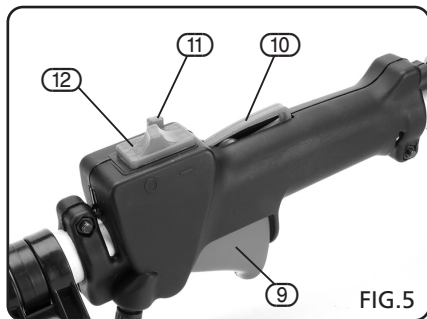

FIG.5
10.1 STARTING THE ENGINE (FIGS.5 – 7)